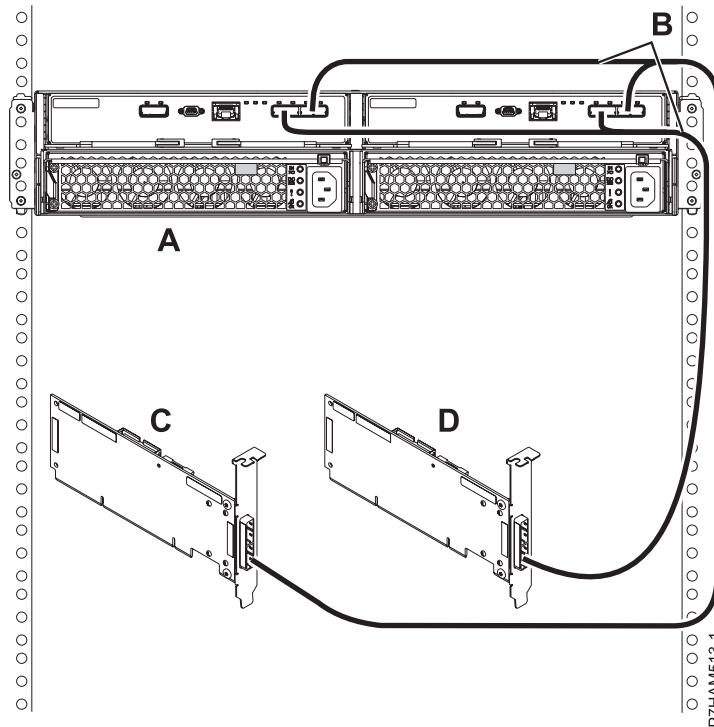

Figure 35. Mode 2 de connexion d'un boîtier d'unité de disque 58/87 via des câbles YO à deux adaptateurs SAS indépendants
- o. Effectuez la connexion de mode 2 d'un boîtier d'unité de disque 58/87 (A) via des câbles YO (B) aux deux adaptateurs SAS indépendants, comme illustré dans la figure 35, à la page 34.